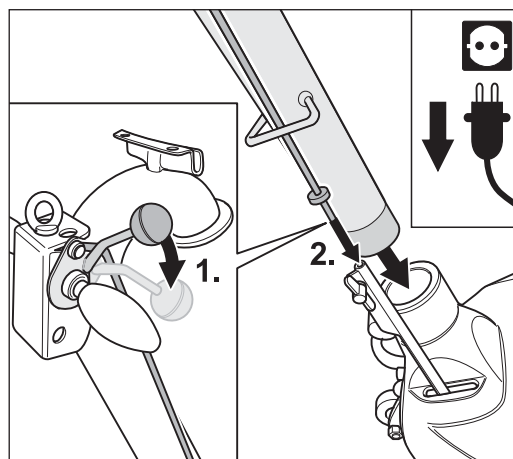

Abb. 2 Beim Einstecken des Führungsrohrs muss das Ablassgestänge richtig eingeführt werden!
- 2 Drücken Sie den Ablasshebel am Handgriff nach unten (Abb. 2, 1.).
- 3 Stecken Sie das Führungsrohr in die Gehäuseöffnung und gleichzeitig das Ablassgestänge in das Gestängeunterteil am Maschinengehäuse jeweils bis zum Anschlag (Abb. 2, 2.).